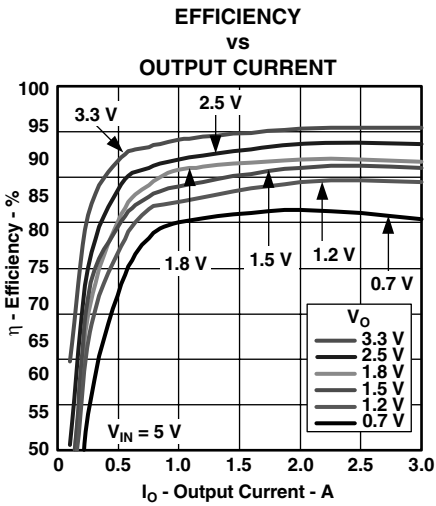
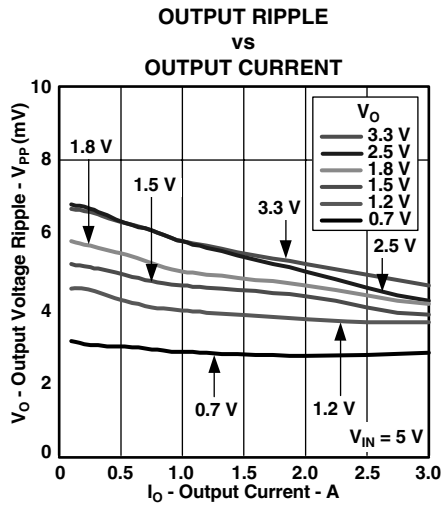
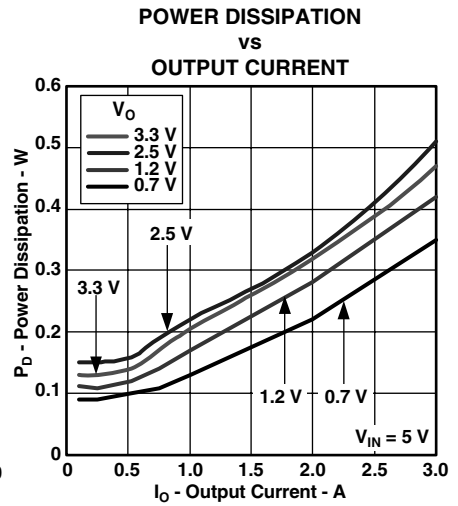

図 5
図 6
図 7
- (1) この電気的特性データは、実際の製品を25°Cでテストして得られたものです。このデータは、コンバータの代表的なデータと考えられます。図5、図6、および図7に対して適用されます。